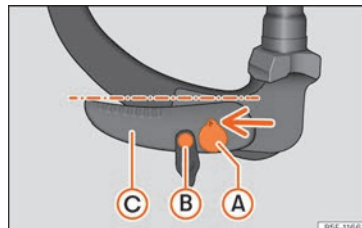

Fig. 178 Posición de reserva: verificación de la posición
- La llave » » fig. 178 ① se encuentra en la posición desbloqueada (el agujero de la llave está arriba).
- Se puede mover el perno de desbloqueo » fig. 178 (B) .
- La palanca » fig. 178 (C) se encuentra en la posición inferior.